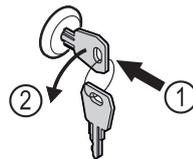

Fig. 160
- ▶ Schlüssel hineindrücken. Fig. 160 (1)
- ▶ Schlüssel um 90° gegen den Uhrzeigersinn drehen. Fig. 160 (2)